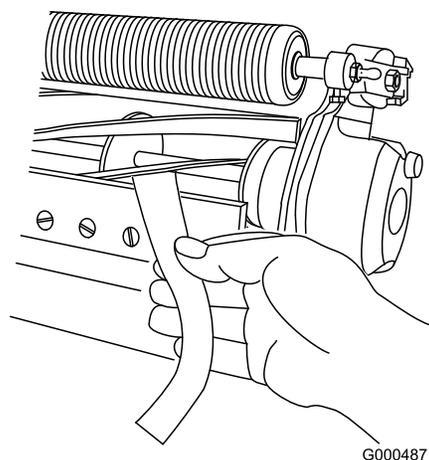

Figura 12
2. Dado della vite di regolazione della barra di appoggio (2)
B. Inserite una lunga striscia di carta per la verifica delle prestazioni di taglio tra il cilindro e la controlama, perpendicolarmente alla controlama (Figura 12), quindi **lentamente** ruotate il cilindro in avanti: dovrebbe tagliare la carta; se ciò non avviene, ripetete i passaggi A e B fino a quando non succede.
11. Inserite una lunga striscia di carta per la verifica delle prestazioni di taglio tra il cilindro e la controlama, perpendicolarmente alla controlama (Figura 12), quindi **lentamente** ruotate il cilindro in avanti: dovrebbe tagliare la carta; se ciò non avviene, ripetete questo passaggio fino a quando la carta non viene tagliata.